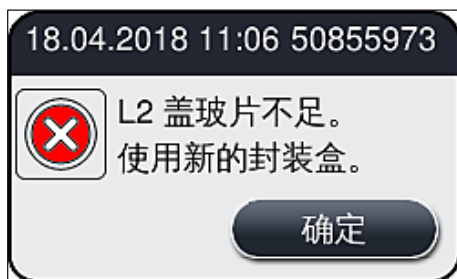

图 54
- 如果某种耗材用完, 会向用户发送相应的警告消息, 例如 (→ 图 54)。